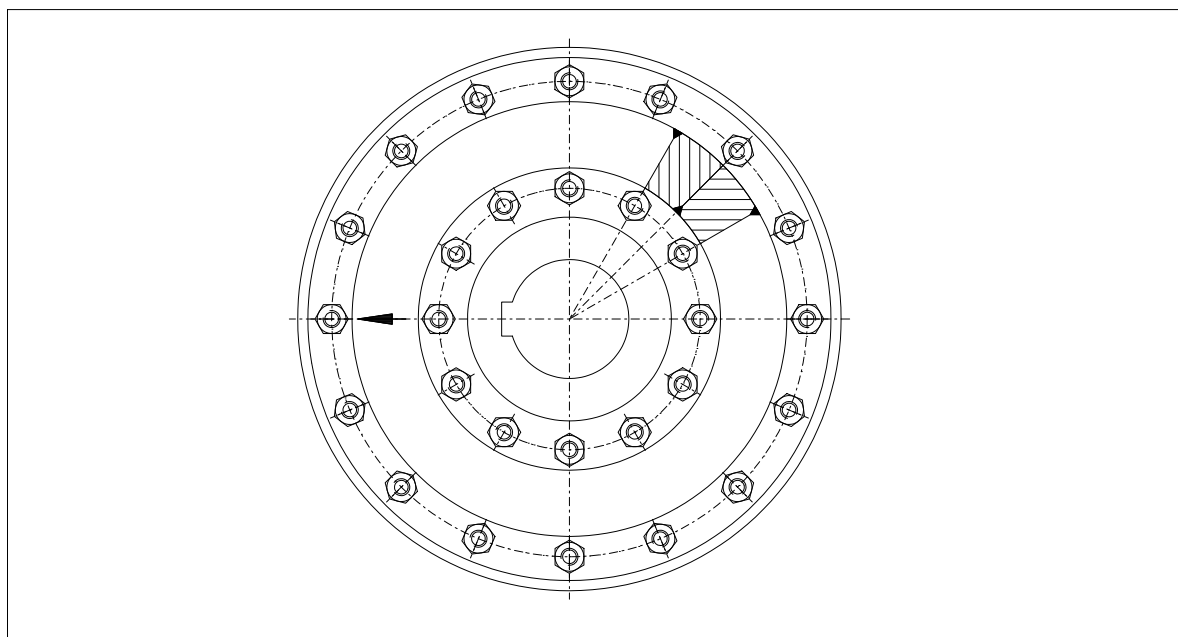

Fig. 9: Vérification de l'usure
Seul le déport en torsion entre le côté entraînement et le côté sortie permet de contrôler l'aptitude au fonctionnement de l'accouplement ELPEX. Trois triangles ont été apposés sur l'anneau élastique (5) (voir la figure 9). Si le triangle intérieur se trouve dans la zone délimitée par les deux triangles extérieurs, ceci signifie que l'accouplement est entièrement apte au fonctionnement. Il faudra changer les anneaux élastiques (5) dès que le triangle intérieur se trouve à droite ou à gauche de cette zone.